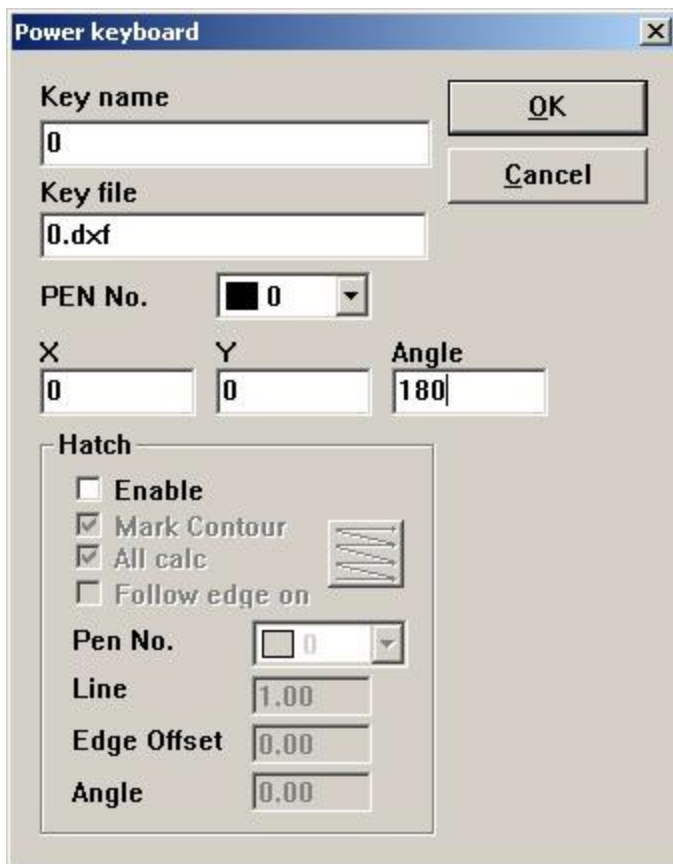

Figura 8-21
3. Clique em “Adicionar” e, em seguida, uma caixa de diálogo será exibida conforme a Figura 8-21: